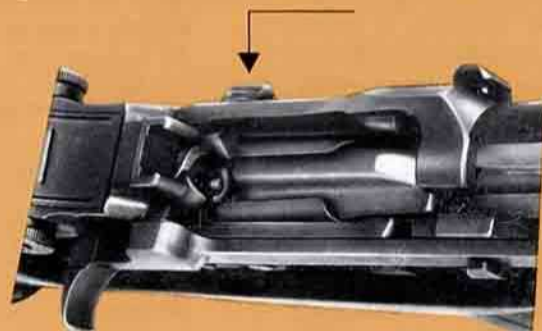

Fig. 6
- dopo aver sparato l'ultima cartuccia del caricatore, l'otturatore rimane aperto perchè l'elevatore agisce sulla leva arresto per bloccare l'otturatore in posizione arretrata, (fig. 6);
- After the last round is fired, the magazine follower actuates the bolt latch which, in turn, will hold bolt in its open position, rearward (fig. 6).
- Après avoir tiré la dernière cartouche du chargeur, la culasse reste ouverte sous l'action de l'élevateur qui soulève l'arrêtoir de culasse, ce qui a pour effet de maintenir celle-ci en position ouverte (figure 6);
- Wenn die letzte Patrone des Magazines verschossen ist, drückt der Zubringer des Magazines auf den Sperrhebel, welcher infolgedessen das Verschlussstück in seiner hinteren « offenen » Lage festhält (Bild 6).